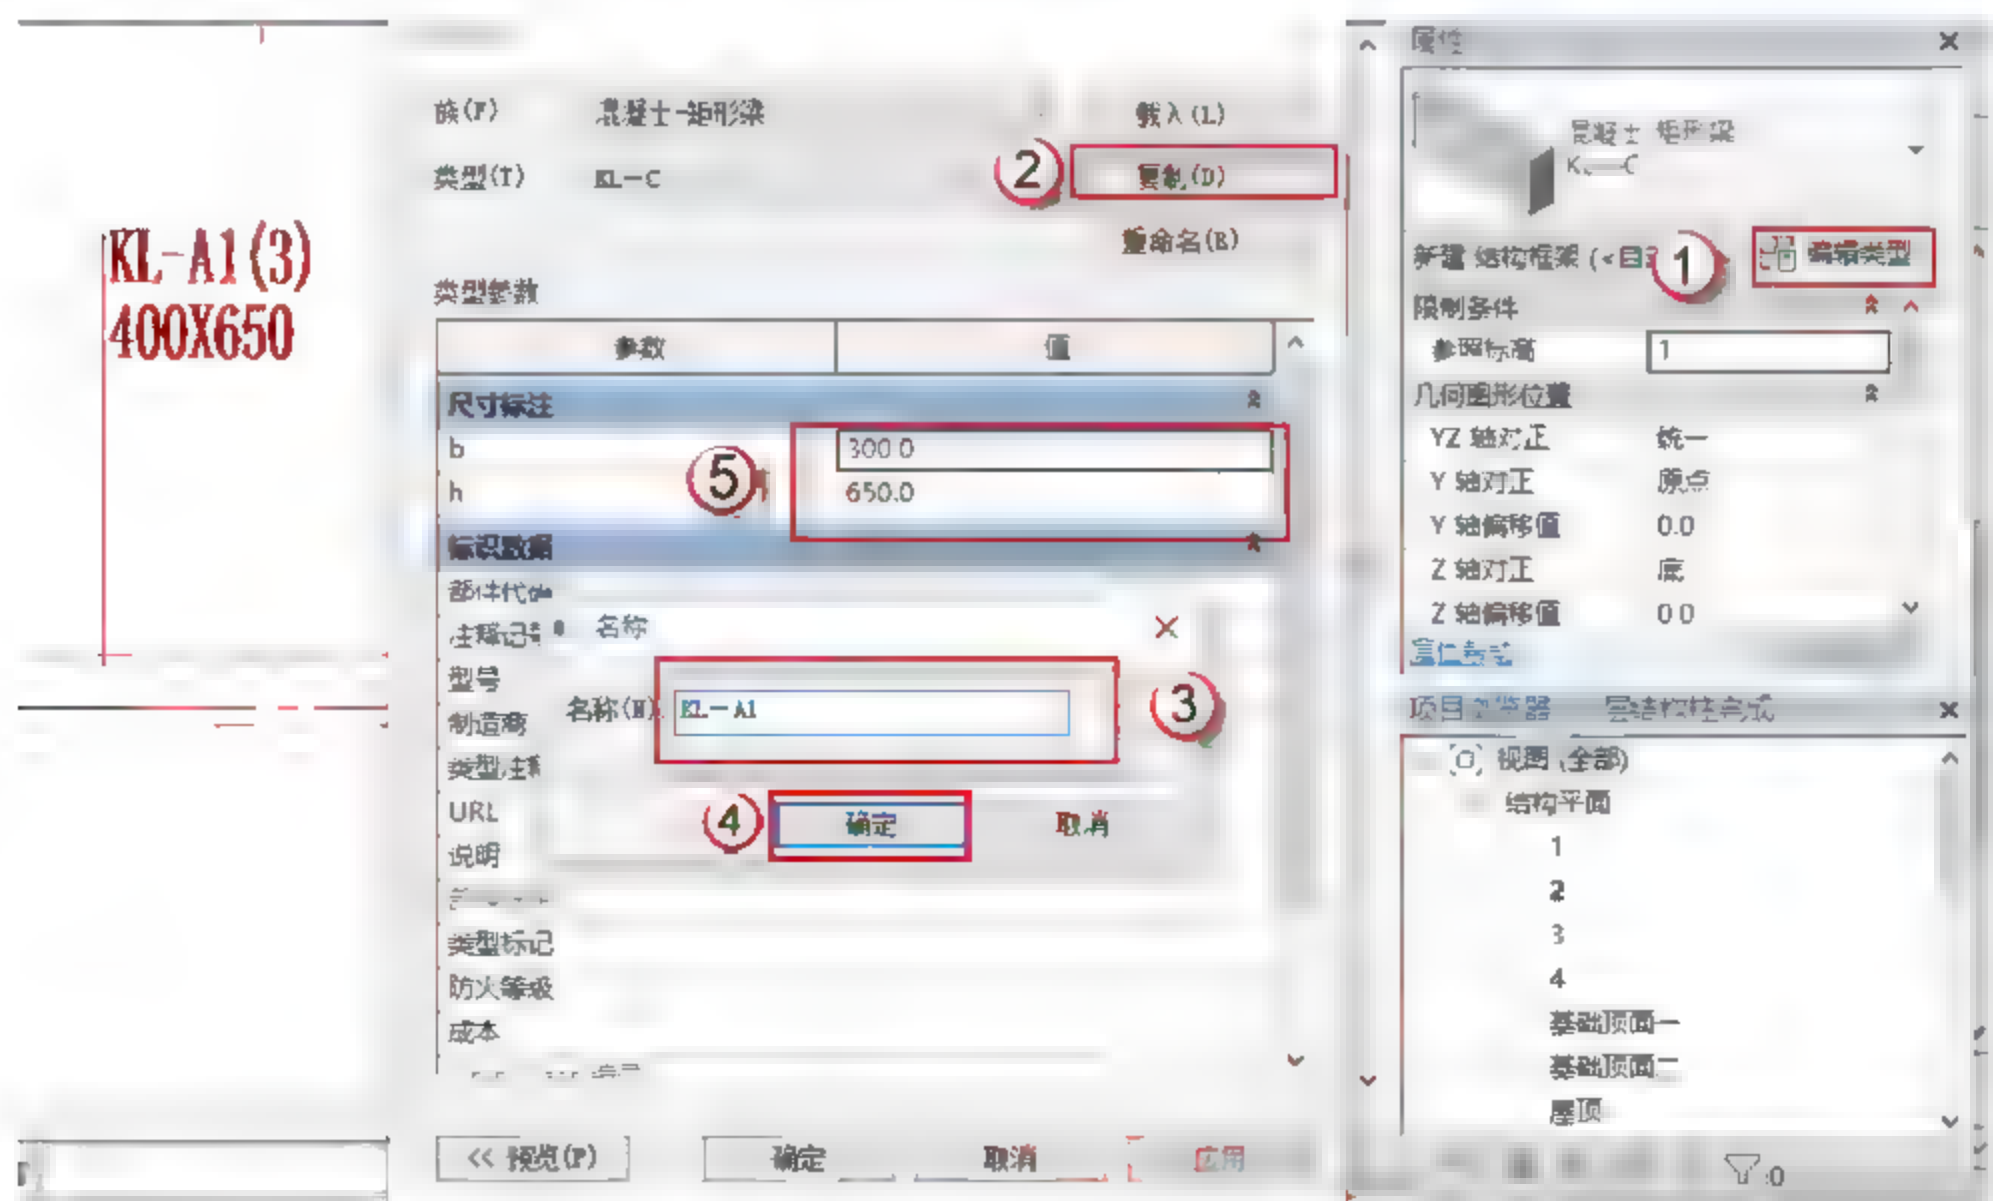

图 4.2.17 设置 KL-A1 参数
(17) 设置矩形梁 KL-A1 参数，按快捷键 B+M，出现绘制的界面，单击“编辑类型”按钮，在弹出的对话框中单击“复制”按钮，再在弹出的对话框中命名新的族 KL-A1，单击“确定”按钮。在“尺寸标注”栏设置参数，如图 4.2.17 所示。